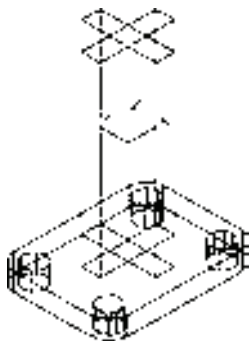

图 11-104 创建长方体
10) 单击“建模”工具栏中的“长方体”按钮, 以坐标原点为长方体的中心点, 分别创建长“40”、宽“10”、高“100”及长“10”、宽“40”、高“100”的长方体。结果如图 11-104 所示。